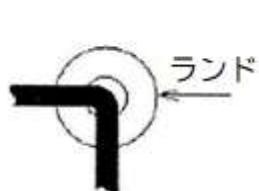
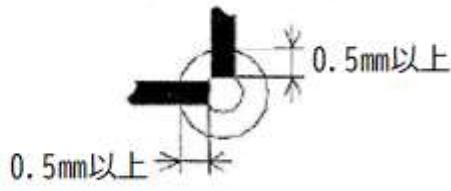

図7 配線の方向を変える場合
図8 直角に交わる場合
- ⑥ スズメッキ配線の直線部分が30mmを超える場合は、浮き上がり防止のために中間にはんだを施してもかまわない。
- ⑦ 配線の方向を変える場合は、図7のようにランド上で行い、そのランドをハンダ付けすること。また2方向から直角に交わるスズメッキ線を配線するランドでは、スズメッキ線を図8のように切断し、そのランドをハンダ付けすること。